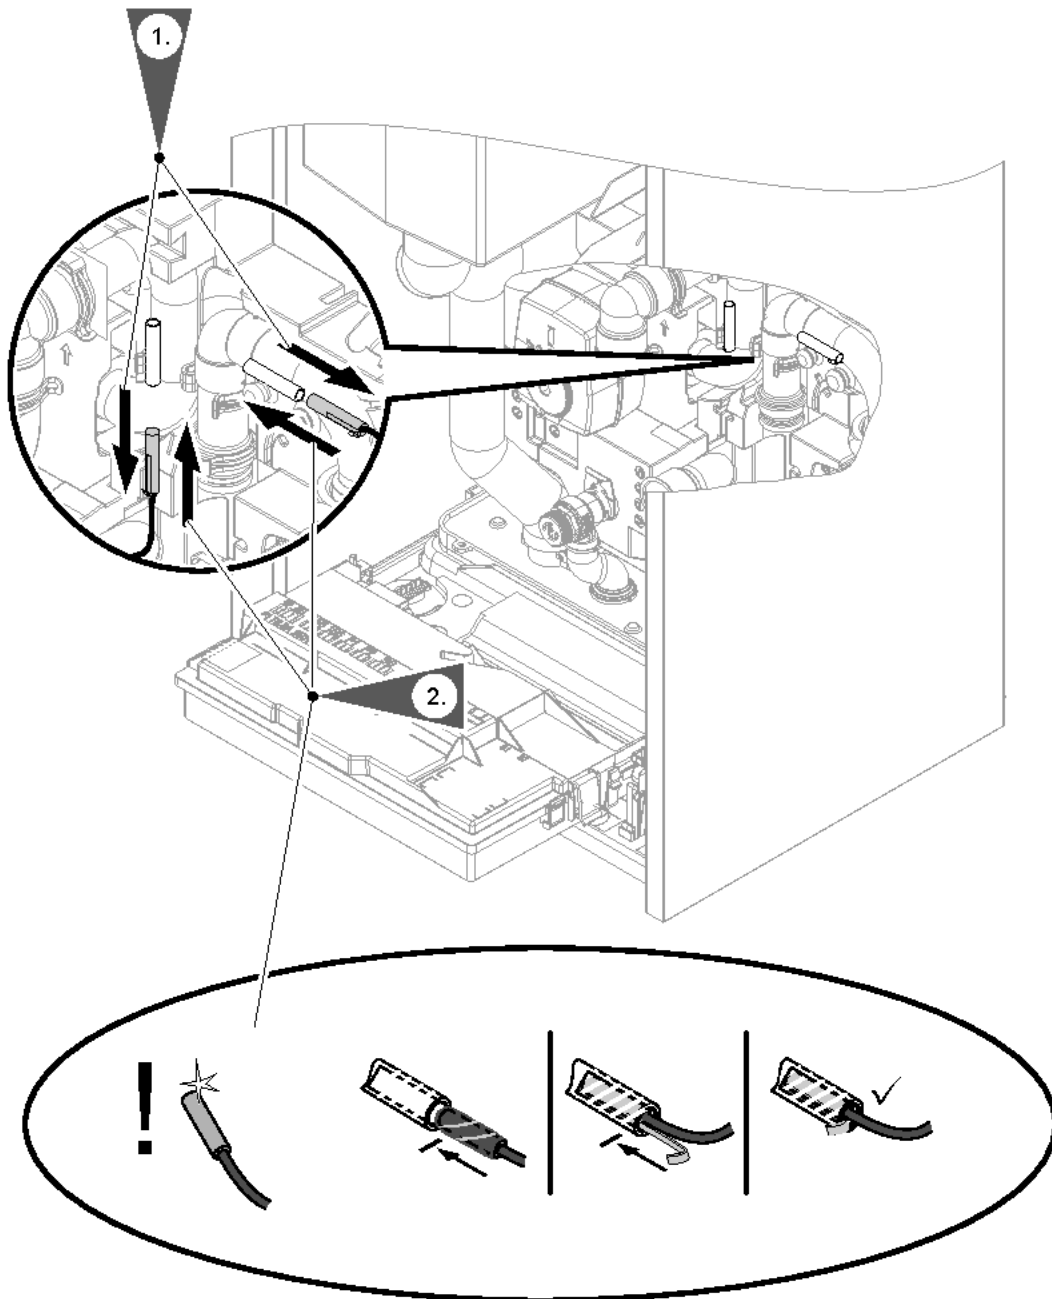

Abb. 87
- Temperatursensoren Sekundärkreis: Siehe Abb. 87.